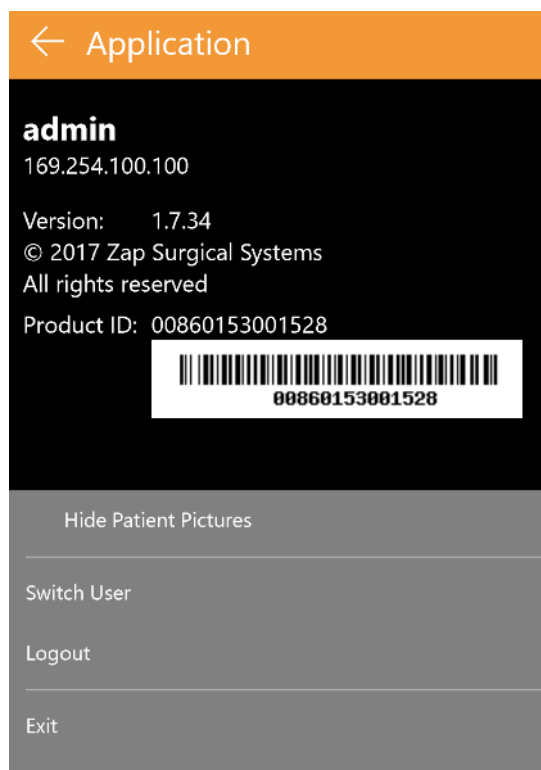

Figure 3.2.2. La boîte de dialogue des paramètres de l'application.
- **Paramètres de l'application** : cette commande est principalement utilisée pour quitter l'application, se déconnecter ou changer d'utilisateur. Consultez la Figure 3.2.2 pour voir un exemple. Elle comporte également la version et les paramètres IP de la base de données, qui peuvent s'avérer utiles pour les administrateurs DICOM (consultez le chapitre 12). Ce menu comporte également une option pour masquer/afficher les photos des patients figurant sur la page principale des patients.